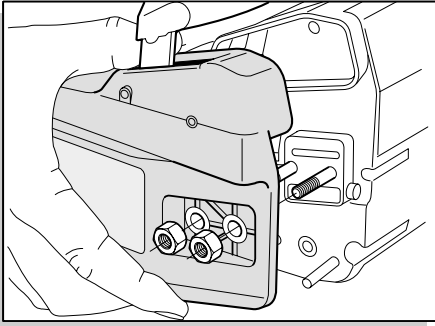

fig. 1
- Solte as porcas e retire a caixa da embraiagem (fig. 1).